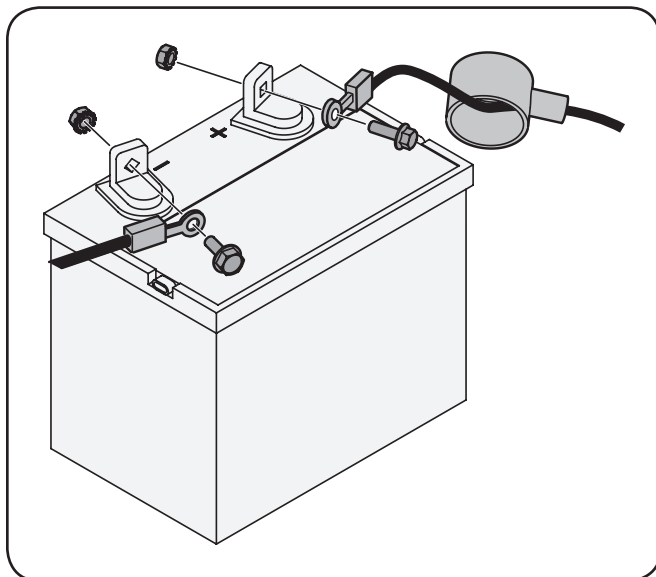

Figure 3-8
1. Retirez le protecteur en plastique, si équipé, de la borne positive de la batterie et fixez le câble rouge à la borne positive (+) avec un boulon et un écrou. Voir Figure 3-8.
2. Retirez le protecteur en plastique, si équipé, de la borne négative de la batterie et fixez le câble noir à la borne négative (-) avec un boulon et un écrou. Voir Figure 3-8.